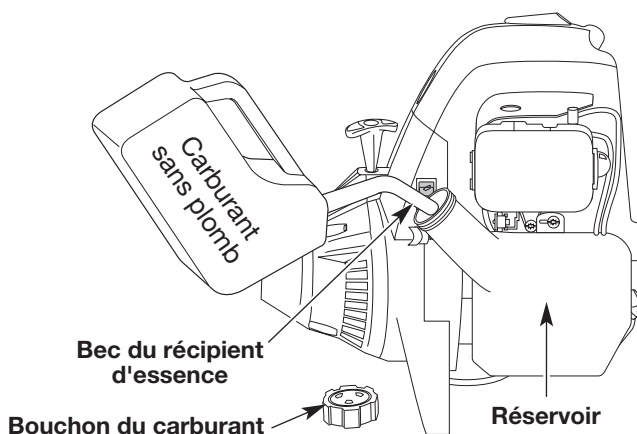

Fig. 18
1. Déposez le bouchon à essence (Fig. 18).
2. Placez le bec du récipient d'essence dans l'orifice du réservoir (Fig. 18) et remplissez celui-ci.